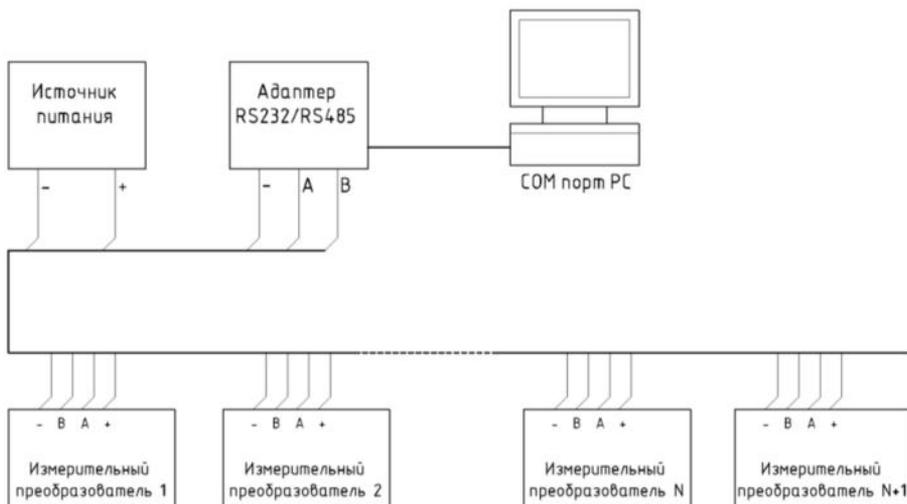

Рис.5. Схема подключения преобразователей.
6.2.2. **Подключение преобразователей исполнения -С** к измерительной системе осуществляется по четырем проводам - по одной паре подается напряжение питания (цепи - и +), по другой происходит обмен по интерфейсу RS-485. Преобразователи подключаются к четырехжильному кабелю параллельно, как показано на рис.5. Питание и считывание показаний из преобразователя возможно контроллером ИВА-128 или ПК через преобразователь интерфейса ПИ-1С, либо другими контроллерами Modbus RTU, имеющими интерфейс RS-485 (кроме дифференциальной пары А-В обязательно наличие общей линии GND).